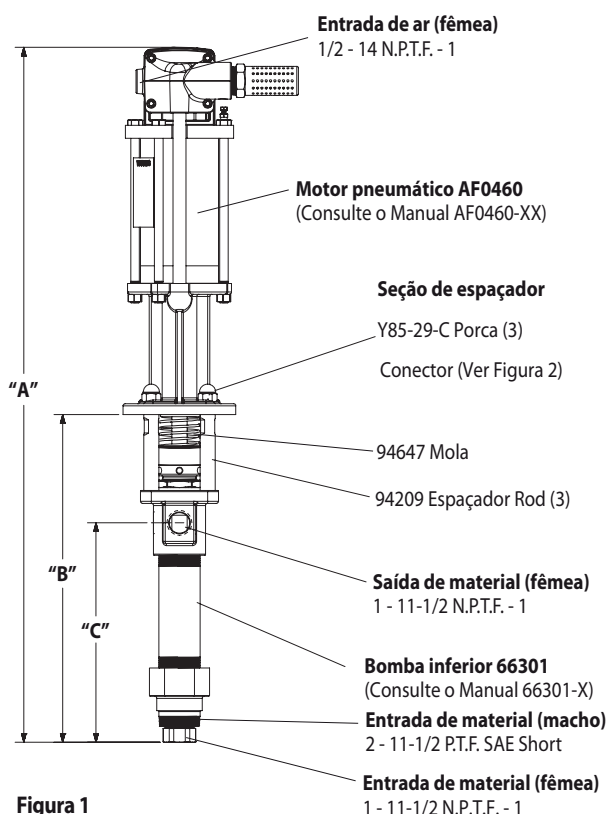

Figura 1
- Remova as três porcas (Y85-29-C) das três hastas espaçadoras (ver figura 1).